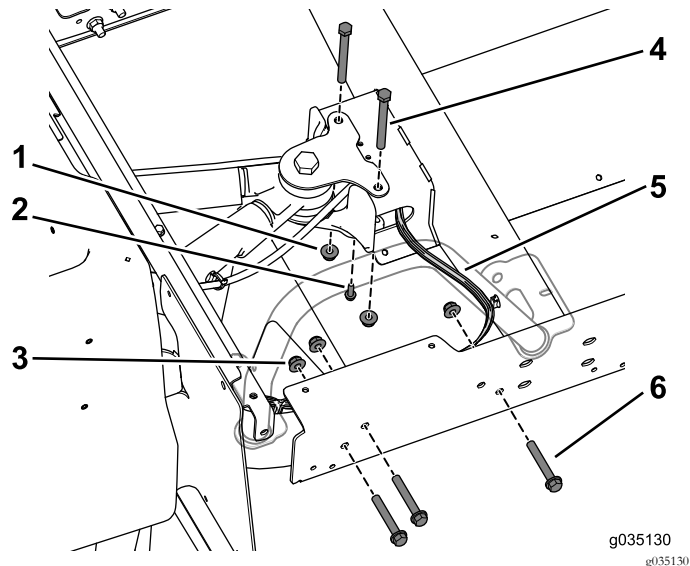

Figura 68
7. Retire los pernos y las tuercas con arandela prensada que sujetan el soporte del brazo de giro al perfil central (Figura 68).